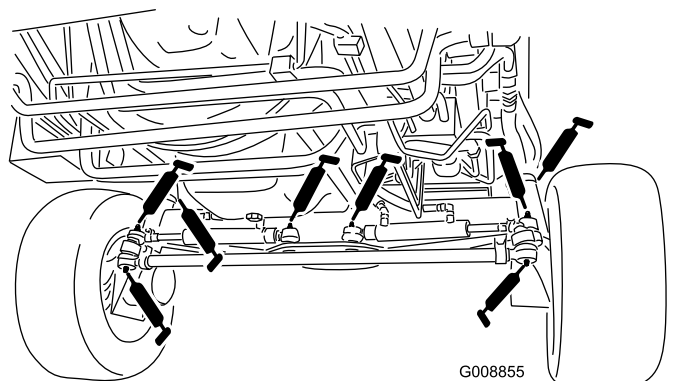

Рисунок 70
- Шаровые опоры гидроцилиндра рулевого управления (4 шт.) (Рисунок 70)
- Шаровые опоры поперечных тяг (2 шт.) (Рисунок 70)
- Втулки поворотных шкворней (2 шт.) (Рисунок 70).